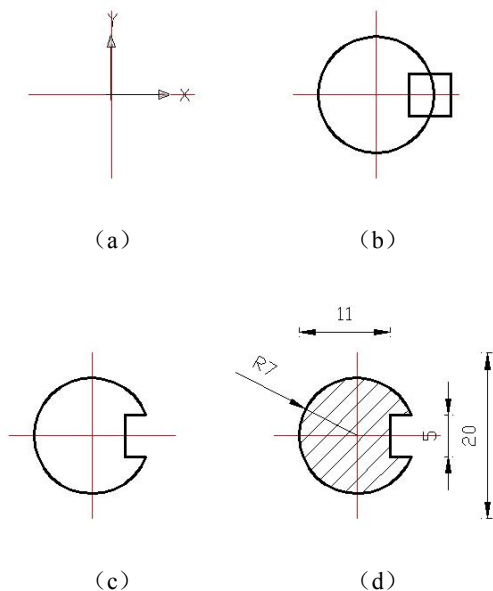

图 2-93 绘制主动轴零件右键槽截面
(2) 绘制主动轴零件右键槽截面。将“辅助线层”置为当前,在主动轴零件轮廓线下方空白处绘制长度为 20 的水平和垂直辅助线。选择“工具”菜单→“新建 UCS”→“原点”命令,将新建的用户坐标系原点移动至辅助线相交处,如图 2-93(a)所示。
将“轮廓线层”置为当前,使用“圆”工具,以当前原点为圆心绘制一个半径为 7 的圆。使用“矩形”工具,绘制一个 5×5 的矩形。接着以矩形左边长中点为基点,移动至距离当前原点水平向右 4 个单位处,如图 2-93(b)所示。
使用“面域”工具，对圆和矩形创建面域。选择“修改”菜单→“实体编辑”→“差集”命令，对圆和矩形进行差集处理，效果如图 2-93（c）所示。
将“细实线层”置为当前，使用“填充”工具，对图形进行填充，如图 2-93（d）所示，填充图案为 ANSI31，比例为 0.5。